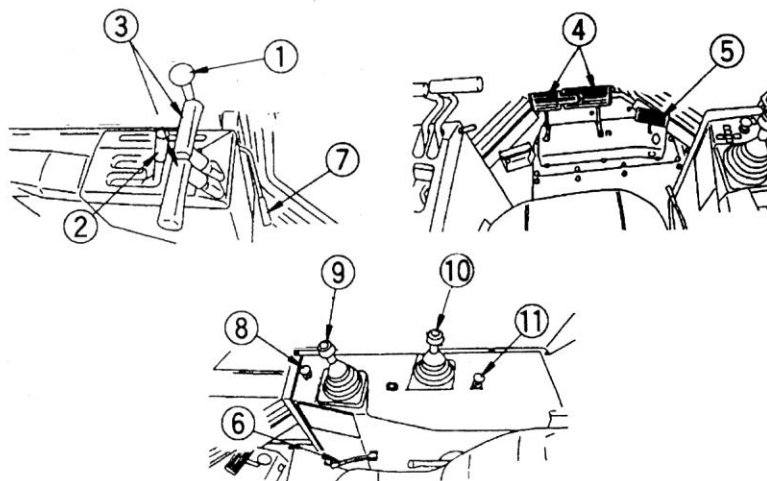

Рис. 1-6.
1.3.2. Работа органов управления (рис. 1-6).